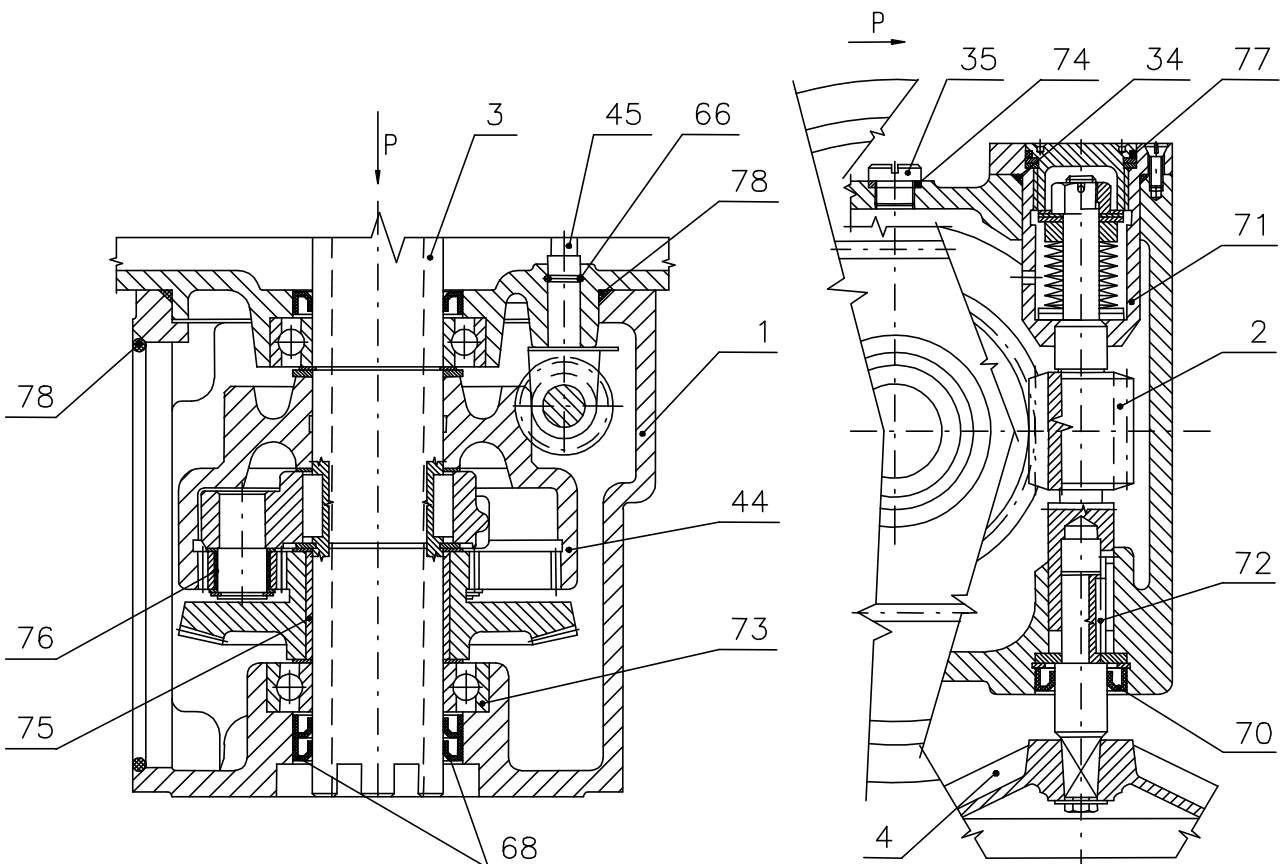

Рис. 2
Модуль М3 – силовая передача с ручным управлением (рис.2)
Данный модуль трансформирует вращательное движение выходного вала (3), рис. 2, на прямоходное движение выходной тяги (83). Бронзовая соединительная гайка (84) с трапецевидной резьбой засунута в зубы выходного вала (3). Направляющая скоба (85) препятствует поворачиванию выходной тяги (83) и одновременно выполняет функцию указателя позиции. Указатели позиции “O” и “Z” размещены на несущих стойках ЭП (87).